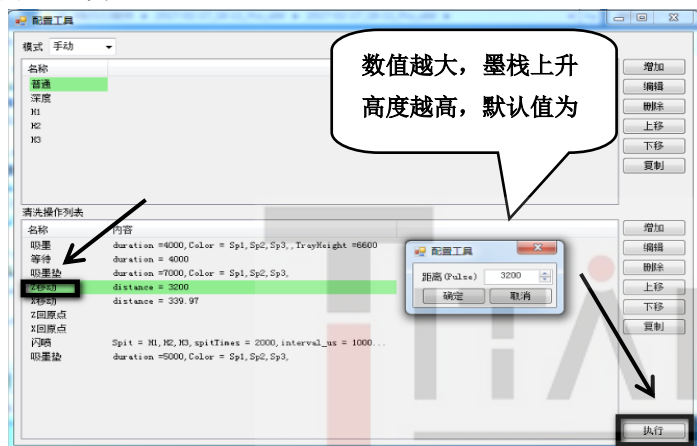
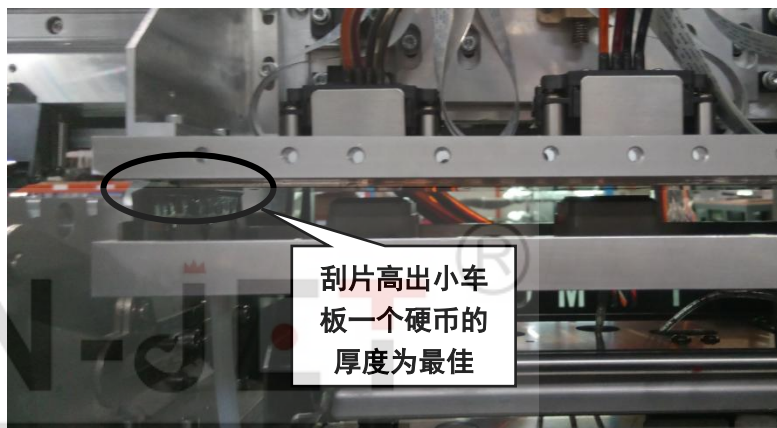

图 7.12 Z 移动内容
图 7.13 Z 移动过程
5、鼠标左键双击“Z 移动”内容根据如图 7.12 设置确定。设置完成后鼠标左键单击 Z 移动—>执行,墨栈上升,刮片位置高出小车板一个硬币的厚度为最佳。如图 7.13。